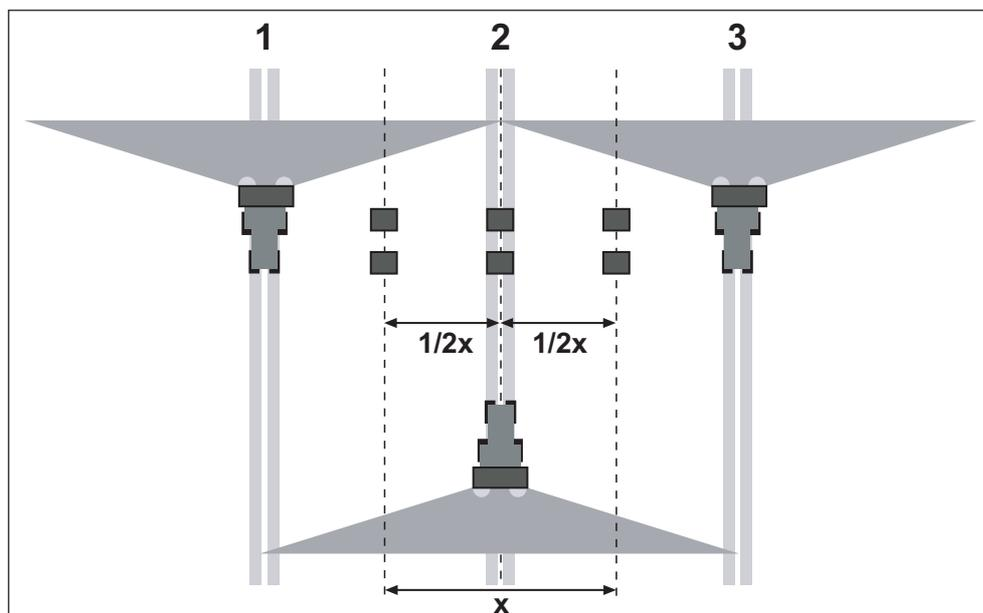

Figura 7.28: Disposizione per tre traversate
- Posizionare due vaschette di raccolta alla distanza di **1 m** in ciascuna zona di sovrapposizione e nella traccia centrale (cfr. figura 7.28).